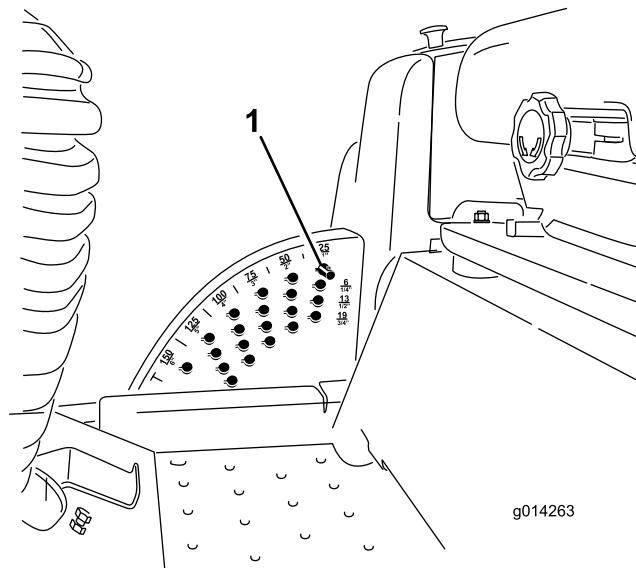

Рисунок 16
положении, поднимите деку на высоту более 15 см, извлеките стопорный штифт высоты скашивания (см. «Регулировка высоты скашивания») и установите его в положение, соответствующее высоте скашивания 15 см (Рисунок 16).
- При работающем двигателе передвигайте переключатель подъема деки назад, пока дека газонокосилки не поднимется полностью, а затем немедленно отпустите переключатель (Рисунок 16).
- Чтобы отрегулировать высоту скашивания, поверните стопорный штифт так, чтобы его выступы совпали с прорезями в отверстии кронштейна высоты скашивания, и вытащите штифт (Рисунок 16).
- Выберите отверстие в кронштейне высоты скашивания, соответствующее необходимой высоте скашивания, вставьте штифт и, нажимая на него, поверните так, чтобы он зафиксировался в отверстии (Рисунок 16).
Примечание: На кронштейне есть четыре ряда отверстий (Рисунок 16). Верхний ряд дает вам высоту скашивания, указанную над штифтом. Второй ряд дает вам указанную высоту скашивания, плюс 6 мм. Третий ряд дает вам указанную высоту скашивания, плюс 12 мм. Четвертый ряд дает вам указанную высоту скашивания, плюс 18 мм. Для положения 15,8 см есть только одно отверстие, расположенное во втором ряду. Это положение соответствует высоте скашивания 15,8 см, и к нему не добавляется 6 мм.